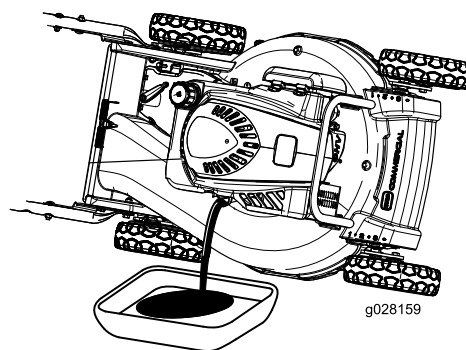

Figure 19
3. Inclinez la machine sur le côté (jauge en bas) pour vidanger l'huile usagée par le goulot de remplissage (Figure 19).